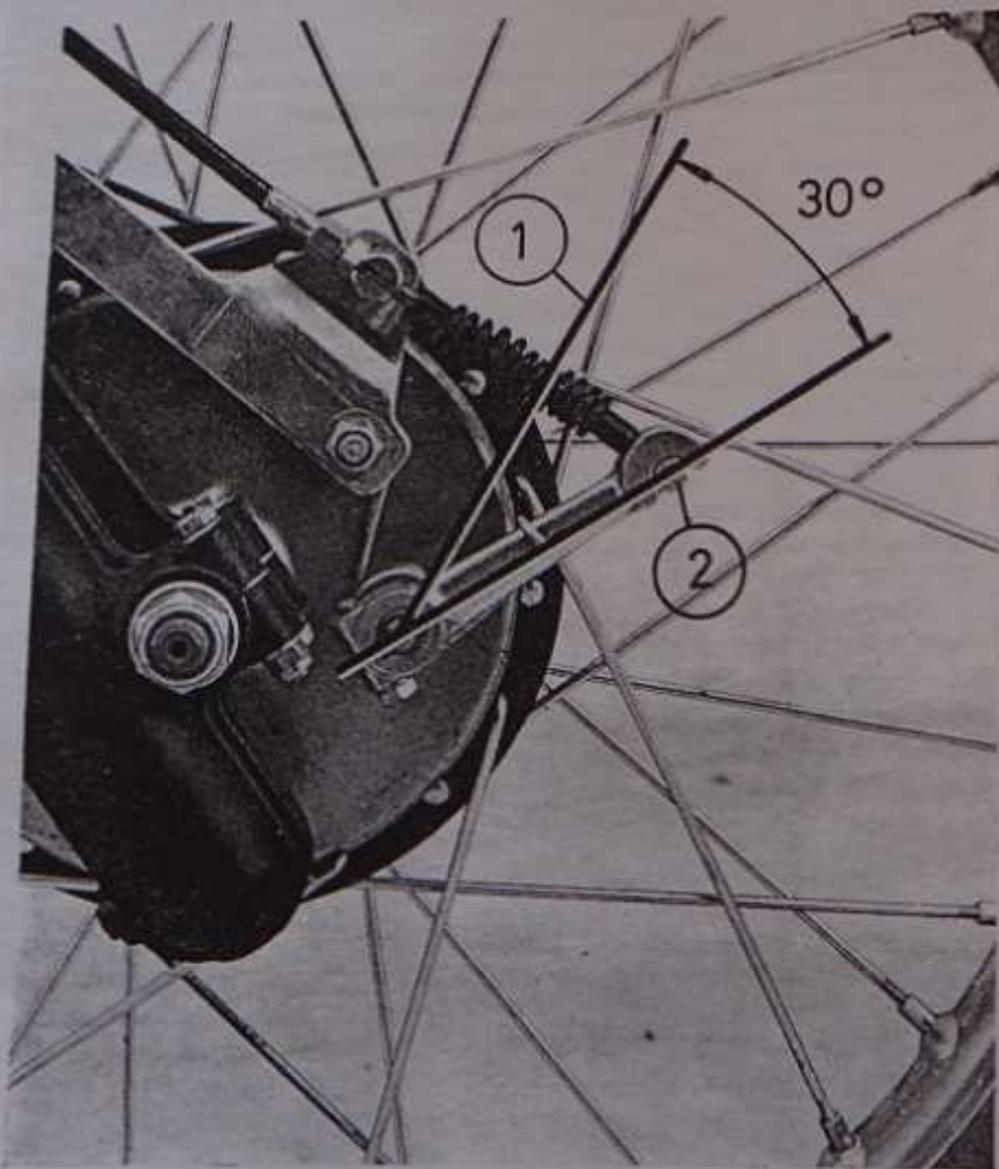

Fig. 21
3. **Ajuste de la palanca del freno.** Conforme se van gastando los forros de freno, la palanca va cambiando de posición en los sucesivos reglajes. Así llegará un momento en que el muelle quedará comprimido en exceso y perjudicará al frenado. Cuando así ocurra se procederá a cambiar la posición de la palanca girándola en unos grados (ver fig. 21). Fijar en esta posición con llave de 10 mm. y graduar como se ha dicho en los puntos 1 y 2.